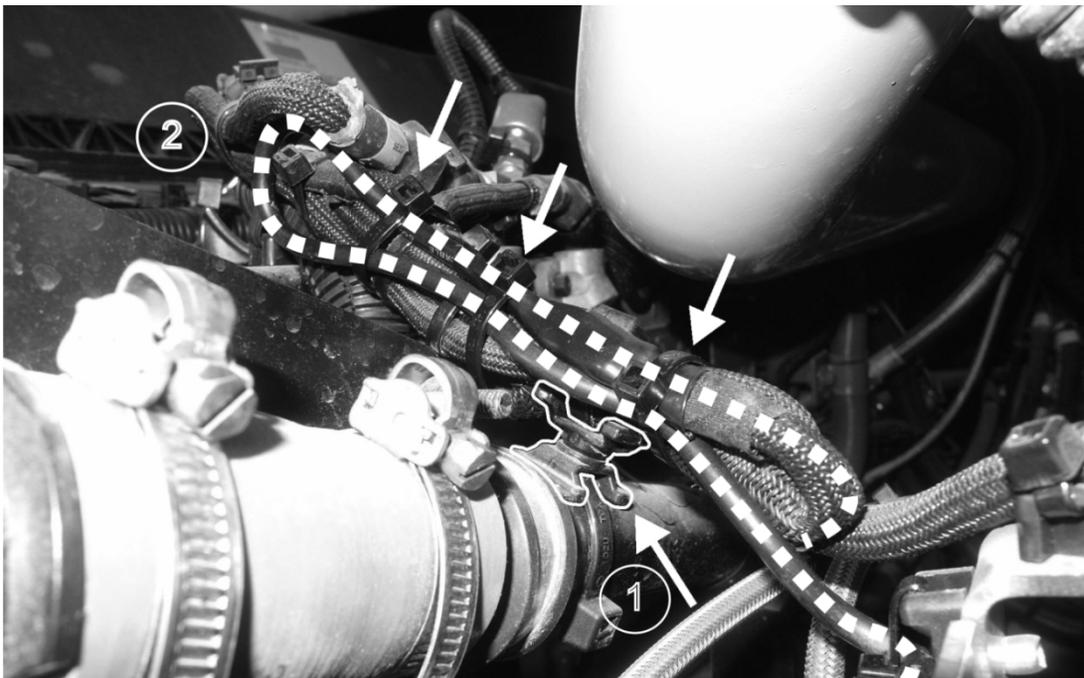

Figure 20- Base d’attache et fil d’embrayage.
- 2.14.6. Fixer le long du support tel que montré à la fig. 20.